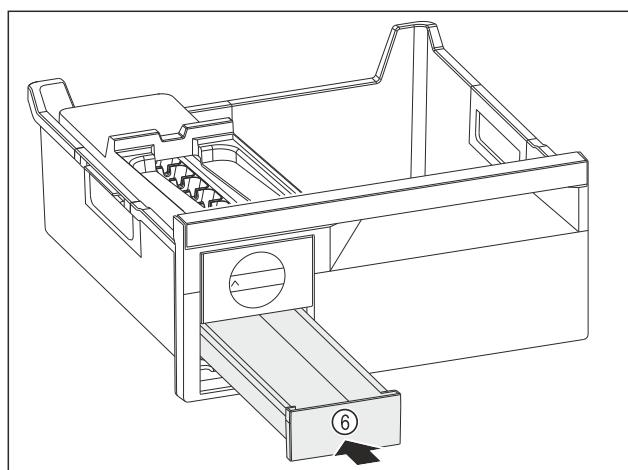

Fig. 217
- ▶ Insérer le compartiment à glaçons Fig. 217 (6).